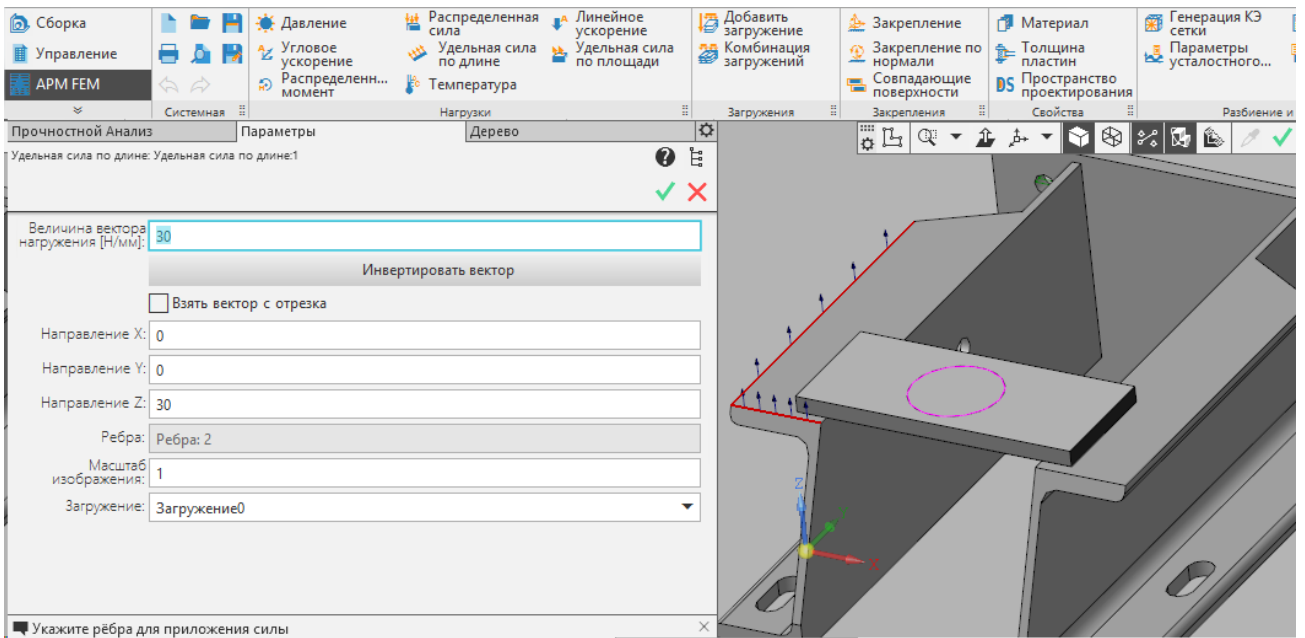

Рис. 3.10. Задание удельной силы по длине
**Удельная сила по длине** - выбрав данную команду, Вы сможете приложить равномерно распределенную силу к ребру трехмерной модели. Укажите ребра, к которым будет приложена сила (Рис. 3.10).